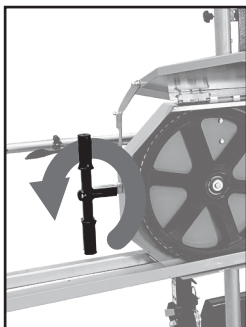

Fig. 71
- Pour installer une nouvelle lame : lorsque le moteur est ARRÊTÉ (OFF), tournez la poignée en T de réglage de tension dans le sens antihoraire de plusieurs tours pour permettre à une nouvelle lame de glisser (Fig. 71). Desserrez les vis des deux blocs-guides à la partie inférieure à l'aide d'une clé hexagonale.